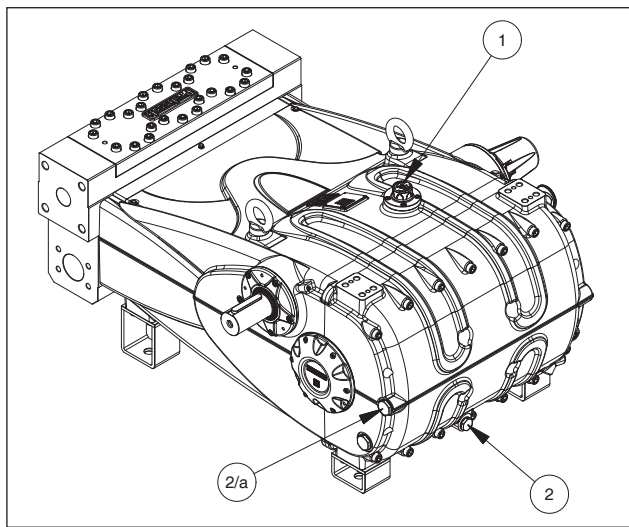

图 1
排油时必须拆除：油位尺（位置①，图 1），接着拆除排油塞（位置②，图 1），后者位于防护罩的后边。在垂直版本上使用位于位置（2/a）的塞子。